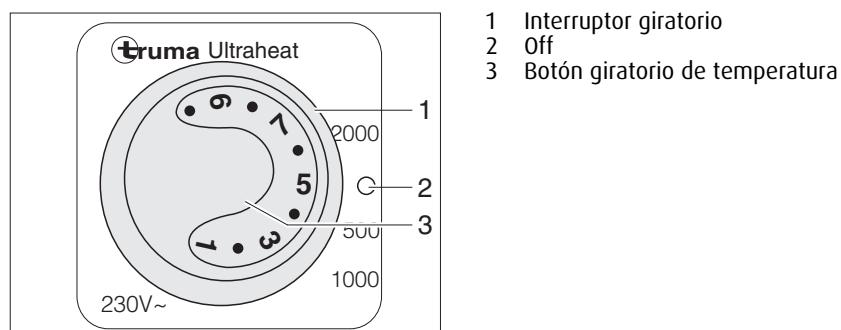

Fig. 115 Elemento de mando de la calefacción adicional eléctrica Ultraheat
- Ajustar el interruptor giratorio (Fig. 115,1) en el nivel de potencia deseado (500, 1 000 ó 2 000 W).
- Ajustar el botón giratorio de temperatura (Fig. 115,3) al nivel de potencia deseado.
- Ajustar el interruptor giratorio (Fig. 115,1) en "O" (Fig. 115,2).